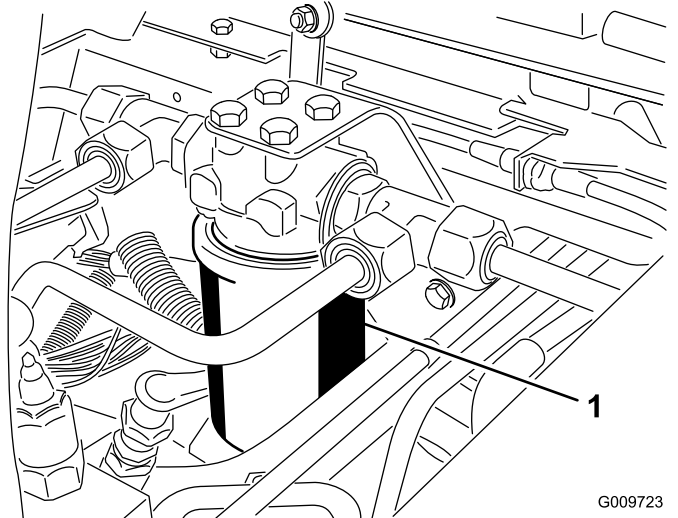
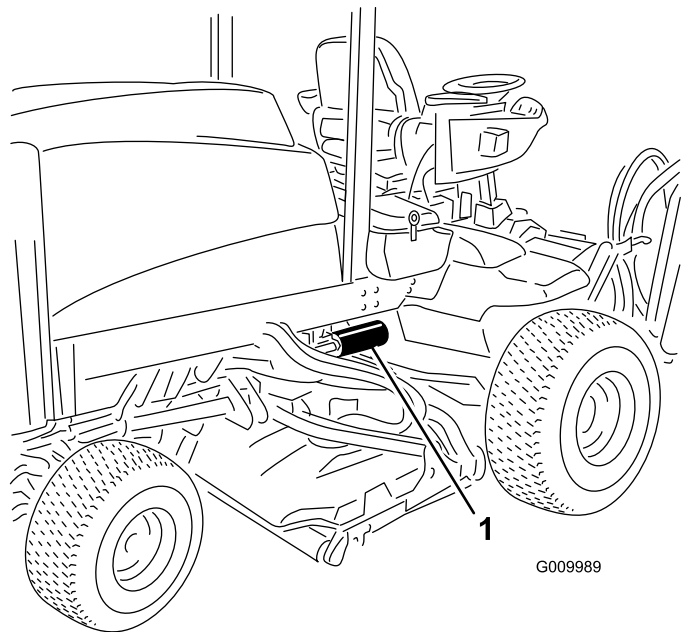

Figura 54
Figura 55
3. Coloque un recipiente debajo del filtro y retire el filtro (Figura 54 y Figura 55).